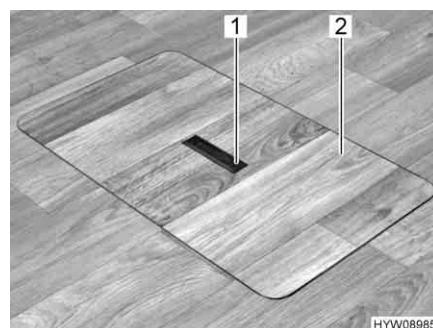
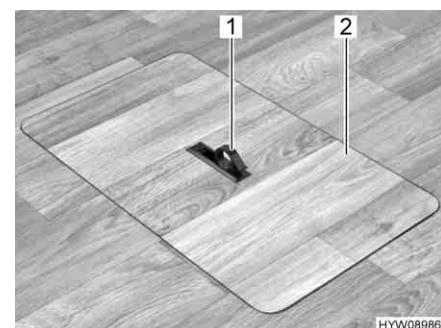

Fig. 51 Copertura vano pavimento (maniglia abbassata)
Fig. 52 Copertura vano pavimento (maniglia estratta)
- Spingere la piastra di presa (Fig. 51,1) verso il basso da un lato. La maniglia (Fig. 52,1) viene ruotata verso l'alto.
- Alzare la copertura (Fig. 52,2).
- Collocare la copertura (Fig. 52,2) nell'intelaiatura presente sul fondo.